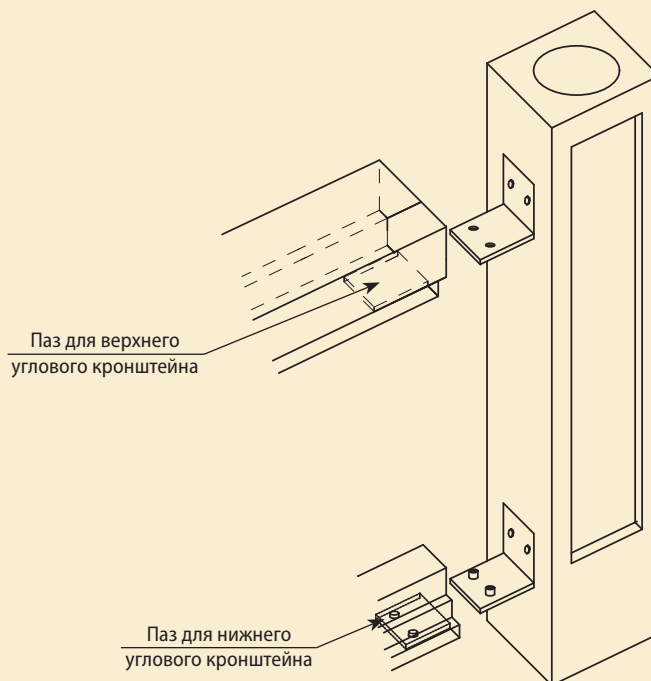

Рис. 2.2
2.3. На концах поручней и оснований, на их нижней части, выполните пазы под размер кронштейнов, для крепления заподлицо (**рис. 2.2**). Установите поручни и основания на угловые кронштейны. Отметьте местоположения отверстий для саморезов на верхнем поручне, и местоположение отверстий для болтов-шпилек на нижнем основании. Рекомендуется выполнить на нижней стороне поручня, направляющие отверстия $\varnothing 2$ мм для крепления шурупов 6×50 . Выполните на нижней стороне основания, отверстия $\varnothing 12$ мм для крепления болтов-шпилек $M8 \times 40$.